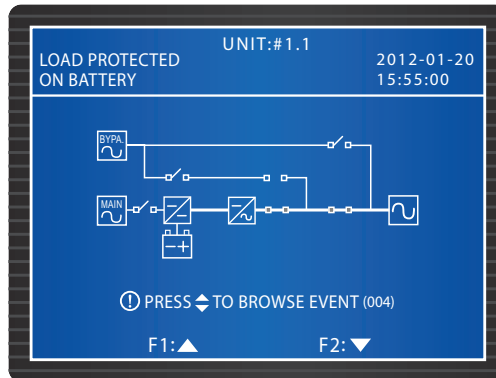

*Рис. 6-1. Кнопка BATT. STR.*
- 2 Нажмите кнопку **BATT STR.** на модуле управления (см. *Рис. 6-1*), включится ЖК-дисплей.